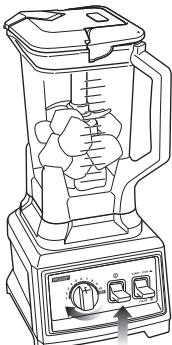

Fig. 6
- 10 Tournez le bouton de commande de vitesse variable à la vitesse 1. (Fig. 6) Le témoin d'alimentation (b) s'allumera. Pour mettre en marche le mélangeur, déplacez le commutateur d'alimentation vers le haut et enfoncez le commutateur « Start/Pulse/Stop » (marche/impulsion/arrêt) pour démarrer l'appareil. Augmentez lentement la vitesse jusqu'au paramètre désiré.